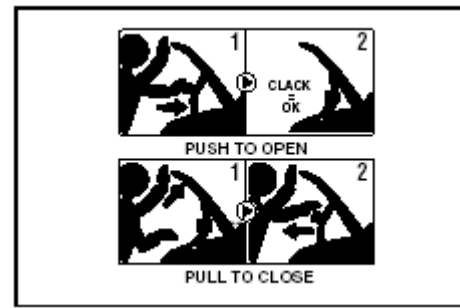

рис. 99
**ПРЕДУПРЕЖДЕНИЕ.** Под капотом двигателя есть, также, табличка, в которой показаны операции по открытию / закрытию капота двигателя как было ранее описано (см. **рис. 99**)